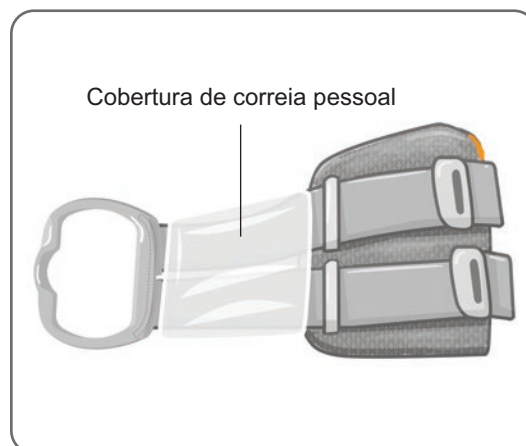

Figura 6-3: Cobertura de correia pessoal no manguito da parte inferior da perna
1. Deslize a cobertura de correia pessoal sobre a correia do manguito da parte inferior da perna. Veja a Figura 6-3.